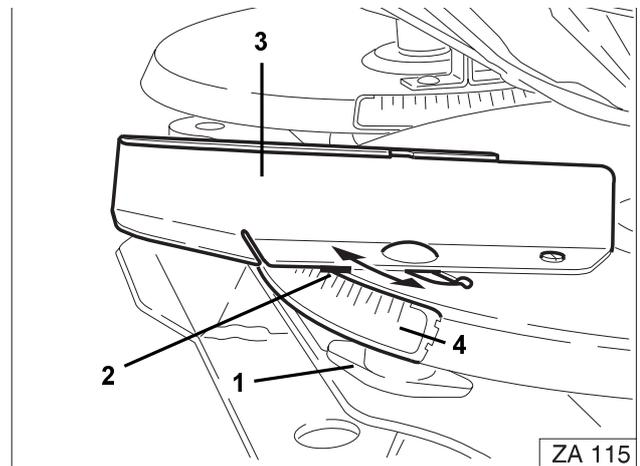

Fig. 31
- Aflojar la tuerca de mariposa (Fig. 31/1).
- El borde indicador (Fig. 31/2) de la paleta larga (Fig. 31/3) se sitúa en el valor "40" de la escala (Fig. 31/4).
- **Apretar de nuevo la tuerca de mariposa (Fig. 31/1) (sin necesidad de herramientas).**